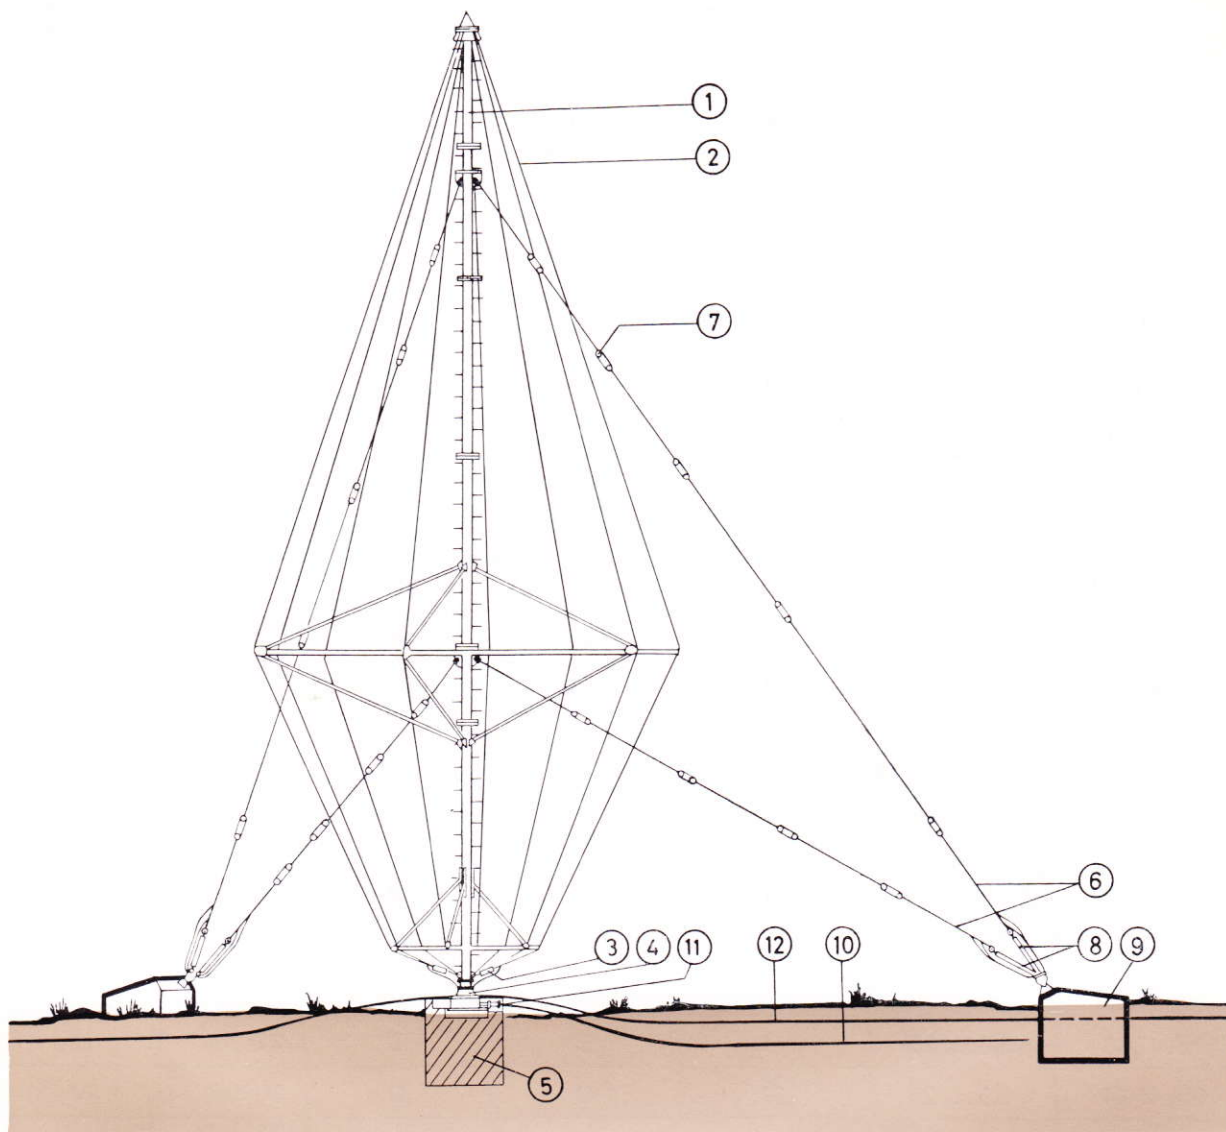

Bild 7 Aufbauschema der Reusenantenne HA 47/100
Einen Überblick über den Aufbau einer Reusenantenne des Typs HA 47 gibt Bild 7. Die tragende Konstruktion des Reusenstrahlers ist ein vertikaler Mast (1), der je nach Antennentyp als Stahlrohrmast oder Leichtmetall-Steckmast ausgeführt ist. Am oberen und unteren Ende des Mastes sind Befestigungsglaschen angebracht, an denen die Reusenseile (2) befestigt werden. Die Reusenseile werden mit Hilfe der Spannschlösser (3) gespannt. Den Tragmast halten Abspannseile (6), in die Isolatoren (7) eingefügt sind. Der Reusenstrahler wird von einem Fußisolator (4) getragen; dieser ruht auf einem Betonfundament (5). Die Ausführung des Fundamentes nach Bild 7 entspricht einer stationären Ausführung für große Leistungen, während für Typen mittlerer und kleiner Leistungen ein leichterer Betonsockel oder lediglich eine Bodenplatte vorgesehen ist. Der Seilzug der Abspannseile wird durch 3 bzw. 4 Fundamente (9) vorgenommen. Zur Spannung der Abspannseile dienen Spannschlösser (8). Das Erdnetz (12) ist für die Funktion der Antenne von ausschlaggebender Bedeutung. Die Einspeisung erfolgt über ein HF-Speisekabel (10), das mit einer Kurzhubsteckverbindung angeschlossen wird. Die Kabelverbindung ist durch einen Wetterschutzmantel (11) geschützt.